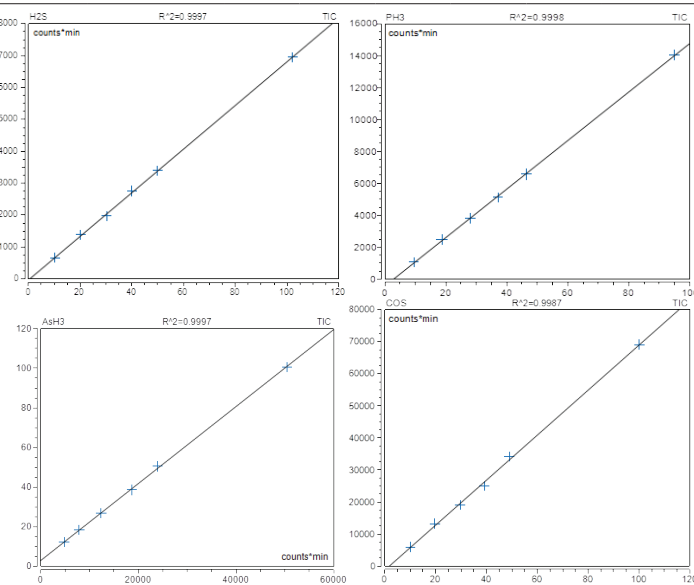

图5. 丙烯中四种化合物线性方程图
3.2.2 采用上述仪器分析方法，对硫化氢、磷化氢、砷化氢和羰基硫进行6个浓度点的校准曲线绘制，线性相关系数 R^2 均大于0.9987，线性关系良好。硫化氢、磷化氢、砷化氢和羰基硫浓度范围、线性相关系数、检出限 ($S/N > 3$) 结果见表5；各组分在低浓度点的重复性测试结果见表6；四个化合物的校准曲线见图5。